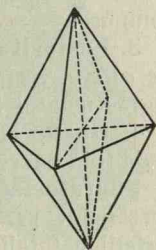

Fig. 163. Piramidă clinorombică.
**Modificările** făcute pe muchiile și unghiurile solide ale prisme clinorombice duc la aceleași forme derivate ca și cele făcute la prisma ortorombică. Din cauză că muchiile bazice nu sunt egale, căpătăm o jumătate de piramidă, — o *hemipiramida* —, pentru un fel de muchii, și altă jumătate pentru celalt fel. Din unirea acestor 2 jumătăți se formează **Piramida clinorombică**, fig. 163. Din modificarea prin câte o față a muchiilor laterale rezultă câte un *pinacoid*, ca și la prisma ortorombică. Cel care merge paralel cu ortodiagonala se numește **ortopinacoid**, iar cel care merge paralel cu clinodiagonala se numește **clinopinacoid**. Modificările pe unghiurile dela capetele ortodiagonalei duc la un **clinodom**, fiindcă merge paralel cu clinodiagonala. Modificările pe unghiurile de la capetele clinodiagonalei duc la un **hemiorodom**, alcătuit numai dintr'o față sus și alta jos. Nu se obține un dom întreg, de oarece aceste unghiuri solide nu sunt egale. Un **ortodom întreg** e o formă compusă.